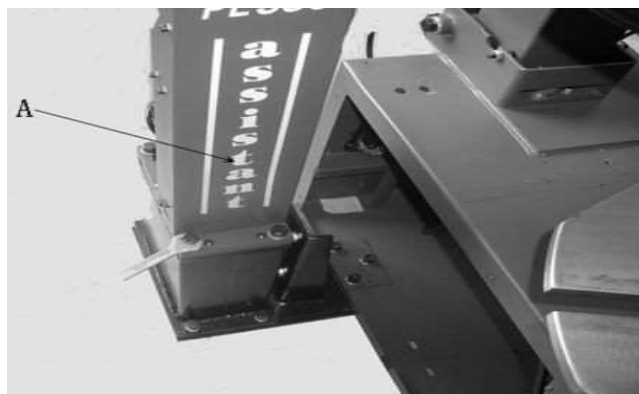

Рис. 7-3
7.1.3 Вставьте платформу опорной плиты базового узла в корпус через опорную плиту на левой задней стороне корпуса. Совместите отверстие для резьбы с отверстием для усиления и закрепите с помощью болта и шайбы. (Рис. 7-2) 7.1.4 Установите кронштейн корпуса (рис. 7-3А) на сиденье в сборе. Выравнивать. Используйте винт, снятый ранее, для фиксации, а не для затягивания.